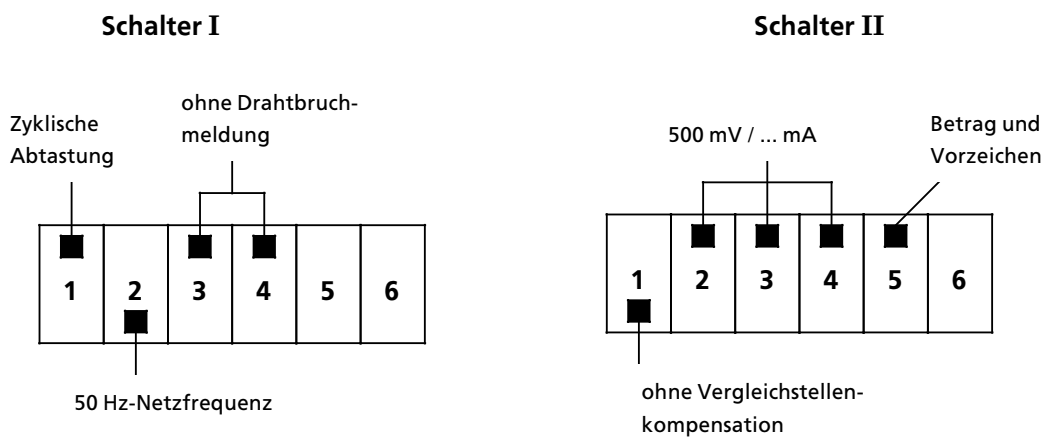

Bild 7.19 Einstellung der Betriebsartenschalter I und II
- Betriebsartenschalter auf der Rückseite der Baugruppe folgendermaßen einstellen (Bild 7.19):